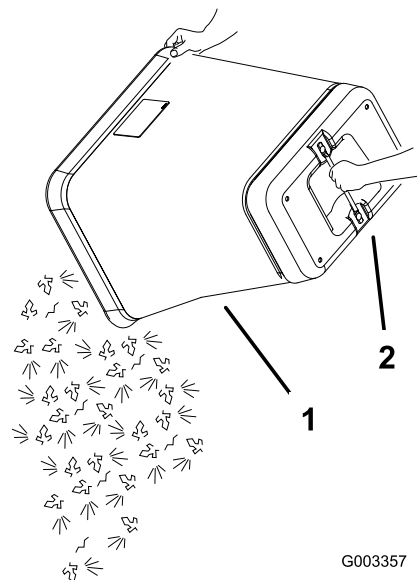

Figura 42
5. Sujete el asa situada en el fondo de la bolsa y vuelque ésta para vaciarla (Figura 42).